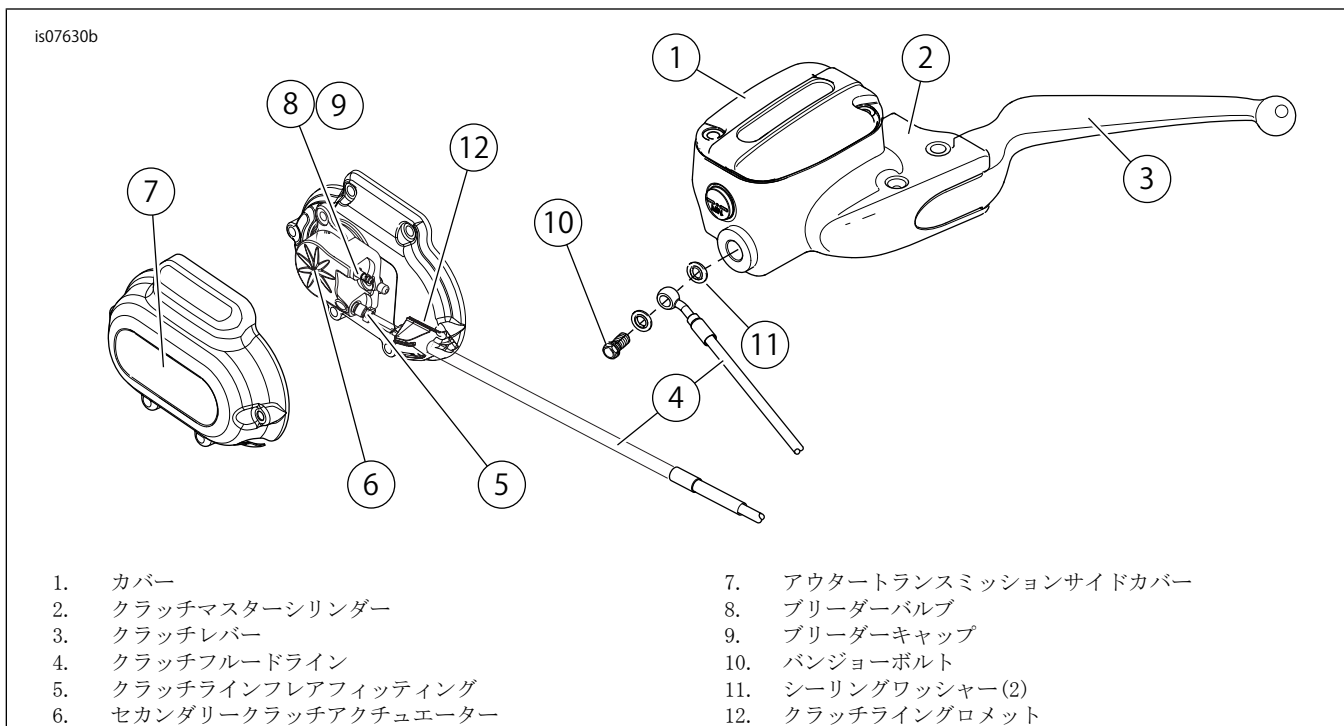

図3。クラッチフルードラインの接続
5. 全モデル：サービスマニュアルと「図3」を参照してください。トランスミッションサイドカバー(7)を取り外します。
5. 「図3」を参照。フレアフィッティング(5)をセカンダリークラッチアクチュエーター(6)に軽く取り付けます。
11. 「図3」を参照。トランスミッションサイドカバーグロメット(12)をクラッチフルードラインに取り付けます。図示されているように配置します。クラッチフルードライン(5)のフレアナット側とグロメットを、トランスミッションサイドカバーのノッチに合わせます。フレアナットを締め付けます。